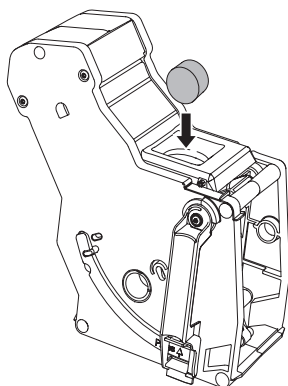

Fig. 17: Poser la pastille de nettoyage dans la chambre d'extraction.
7. Placer le bac de récupération de marc sous le bec verseur. 8. Retirer la chambre d'extraction, ne pas éteindre l'appareil. 9. Poser une pastille de nettoyage dans la chambre d'extraction (voir Fig. 17). Mettre la chambre d'extraction en place dans l'appareil.